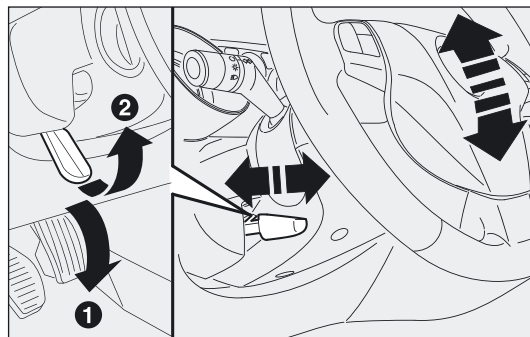

fig. 35
- ☐ ontgrendel de hendel A-fig. 35 door deze naar voren te drukken (stand 1);